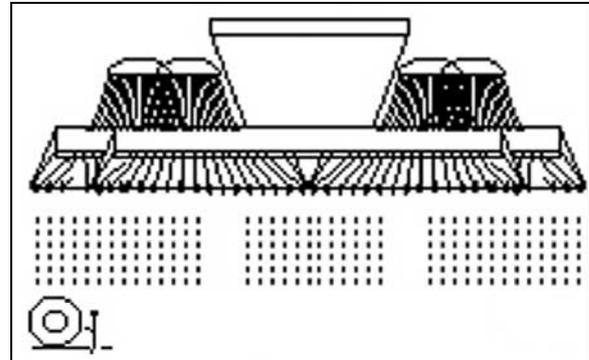

Figura 41
1.  Preselezionare rompitraccia (Figura 41).